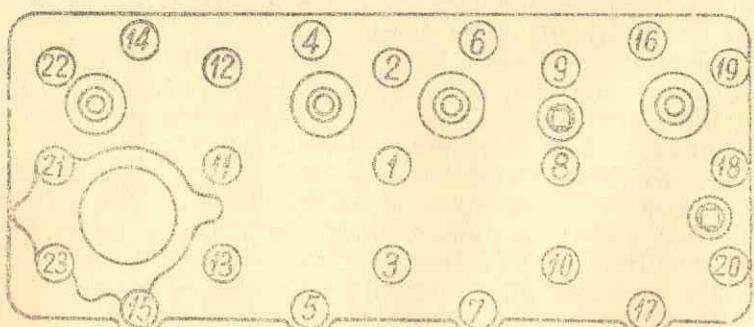

Рис. 4. Порядок подтяжки гаек головки цилиндров
1. Подтянуть гайки крепления головки блока двигателя, соблюдая порядок подтяжки, указанный на рис. 4. Эту операцию надо делать специальным ключом, прилагаемым к автомобилю, без рывков и только на холодном двигателе. Следует осторожность перетяжки гаек, так как это может вызвать обрыв шпилек.